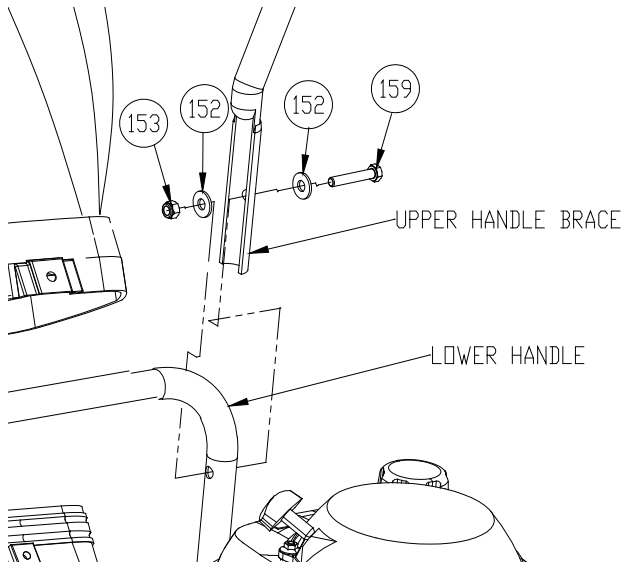

Fig. 3
4. Fäst det övre handtaget i det övre handtaget med motsvarande delar. Upprepa detta steg på andra sidan. (Se Fig. 3 nästa sida)